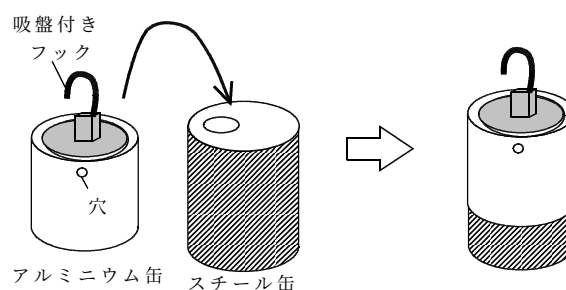

図1 パパンの蒸気機関のモデル
- (3) 方法(1)のスチール缶に少量の水を入れて方法(2)のアルミニウム缶を静かにかぶせ、グリスをなじませる。また、アルミニウム缶の底に吸盤付きフックを取り付ける（図1）。
- (4) 木の棒の両端にヒートンを用いて測量用水糸を取り付け、支点となる穴をあけて、てこをつくる。